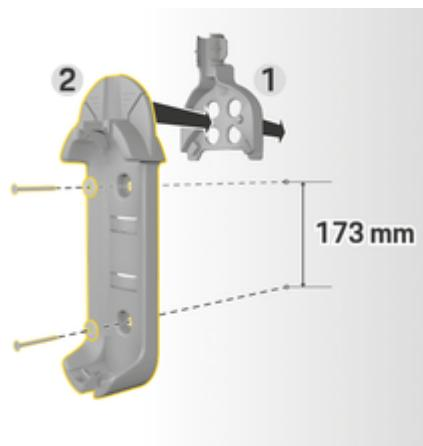

Fig. 3: Bormål
3. Trykk veggholder 2 (Fig. 3) inn i kabelføringen 1 (Fig. 3) foran.